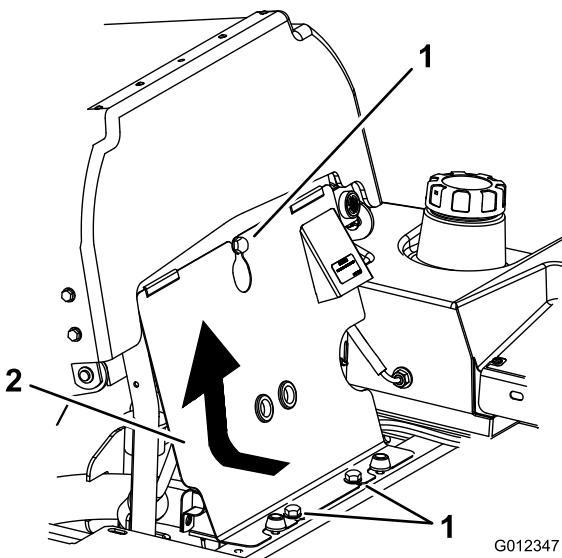

Figura 69
3. Incline o banco para a frente, desaperte os parafusos e retire o painel dianteiro do motor (Figura 69).